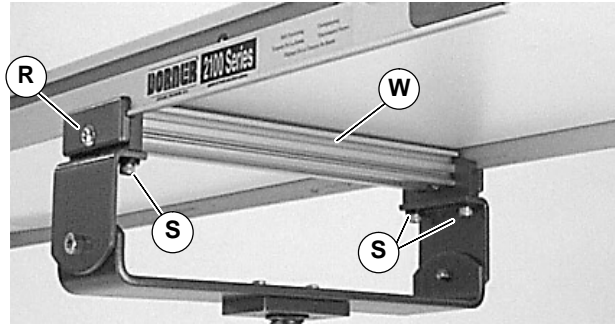

Figure 12
3. Den Bausatz (W siehe Abbildung 12) auf dem Förderband installieren. Den Bausatz senkrecht zum Förderbandrahmen montieren. Die Trägerschrauben (R) festziehen: Die M8-Schrauben mit 9 Nm festziehen.